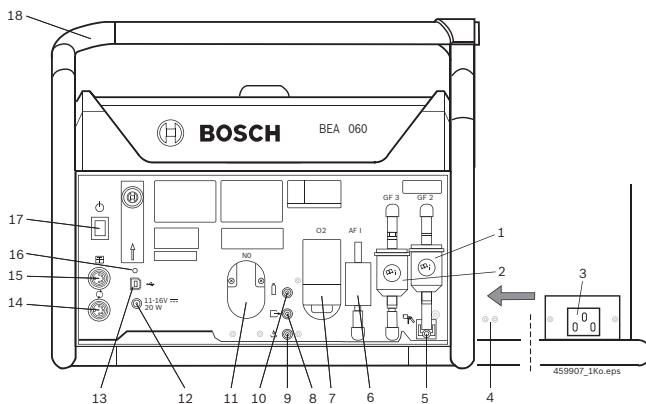

Fig. 1: BEA 060
! BEA 060 poate fi alimentat cu tensiune și de la bateria vehiculului, prin intermediul cablului de conectare pentru mufa brichetei (accesorii speciale) (pentru racordare, vezi fig. 1, poz. 12).
1. Introduceți cablul de rețea în BEA 060 și, unui colier pentru cabluri, fixați cablul de rețea în orificiu pentru a îl elibera de tensiune (fig. 1, poz. 4).
- LED-ul (fig. 1, poz. 16) luminează intermitent, portocaliu și verde.
→ LED-ul (fig. 1, poz. 16) se oprește, BEA 060 este deconectat.